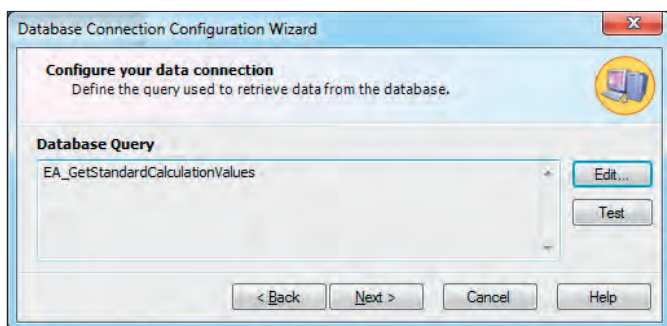

Рис. 18. Мастер конфигурирования соединения с базой данных
4. Нажмите **OK**. Это вернёт вас к *Мастеру конфигурирования соединения с базой данных* (рис. 18).